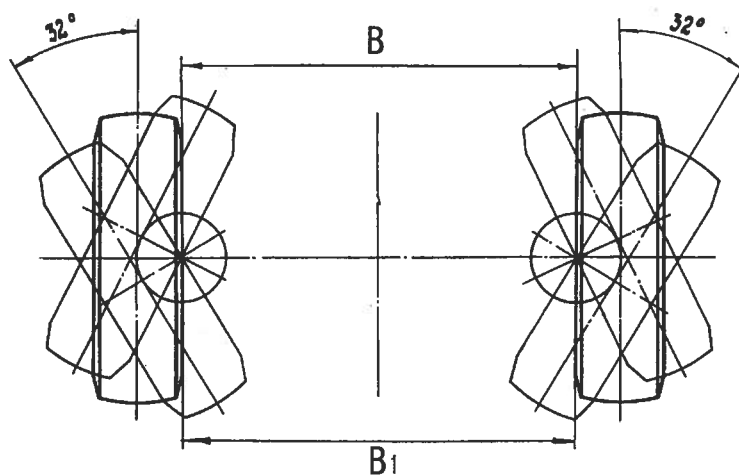

Рис. 62. Установка управляемых колес
**Регулирование схождения передних колес.** Схождение передних колес проверять при номинальном давлении воздуха в шинах замером разности расстояний В1 и В (рис. 62) по бортам ободьев колес. Порядок проверки:
колес в задней части на уровне центров колес и отметить места замеров. Перекатить автомобиль, чтобы отмеченные точки оказались впереди, и измерить расстояние В. Спереди расстояние должно быть на 1–3 мм меньше, чем сзади. Если разность расстояний В1 и В выходит за вышеуказанные пределы, то регулировать схождение колес изменением длины поперечной рулевой тяги, ослабив затяжку болтов наконечников тяги рулевой трапеции. Отрегулировав схождение, затянуть болты наконечников тяги. Углы поворота ограничиваются постоянными нерегулируемыми упорами, величина их указана на рис. 62.